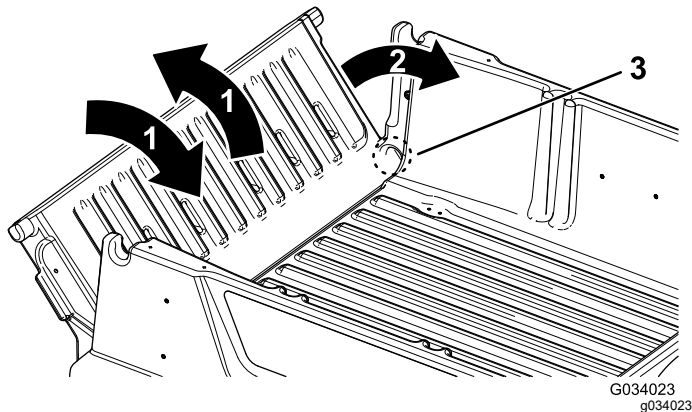

Figure 18
2. Inclinez le hayon à environ 45° (Figure 18).
3. Agitez légèrement le hayon pour le faire pivoter d'avant en arrière plusieurs fois (Figure 18).